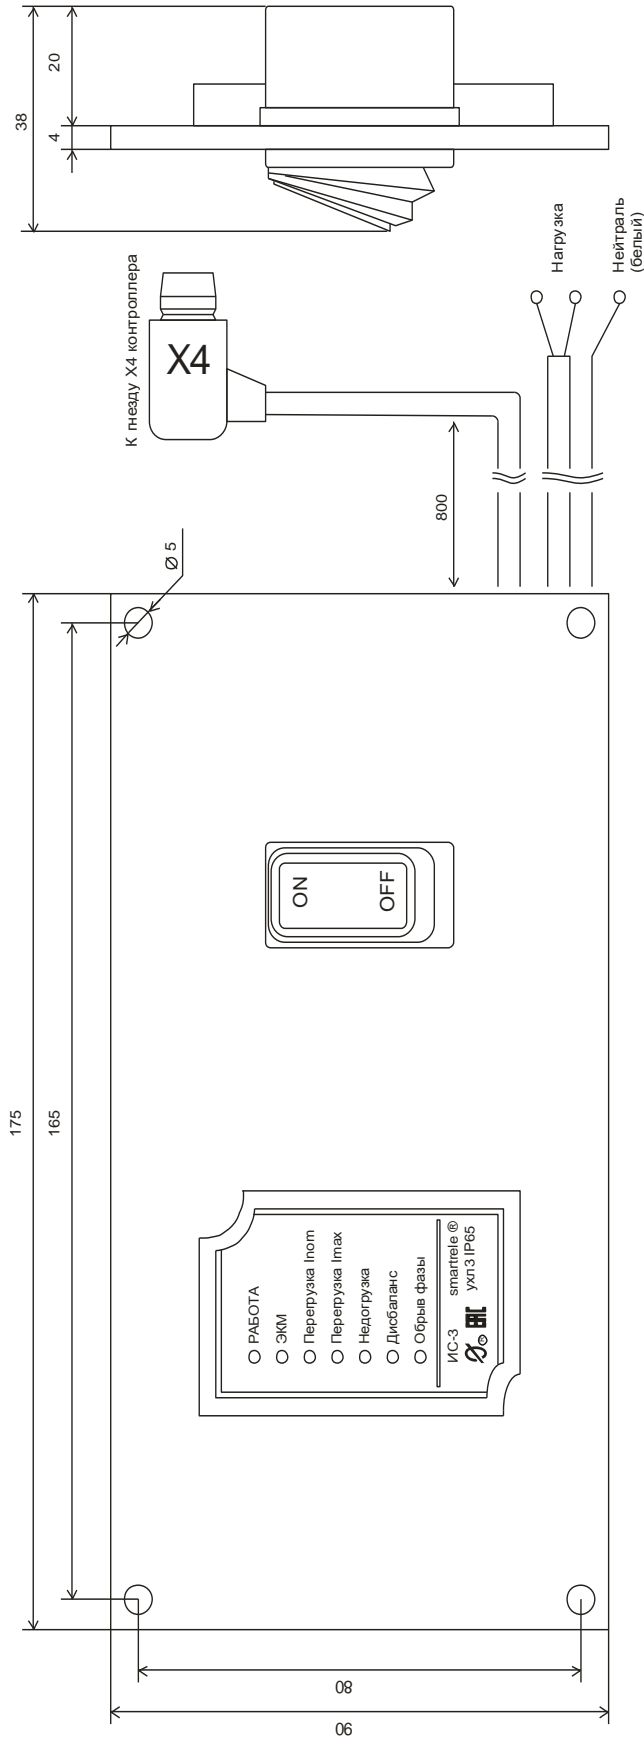

Рисунок 2 – Внешний вид и схема подключения индикатора сигнального ИС3
2.3 Модуль ИС3 (Индикатор сигнальный ИС3) (рис.2) представляет собой панель с расположенными на ней светодиодными индикаторами и тумблером для включения оборудования. Модуль обеспечивает индикацию режима работы электроустановки, предназначен для установки на электрический щит (шкаф, место оператора). Модуль соединяется с помощью двухпроводной линии с прибором защиты производства ООО НПП «СибСпецПроект» (совместимость уточнена в техническом паспорте на прибор). Допускается наращивать длину линии до 20 метров с соблюдением полярности подключения.